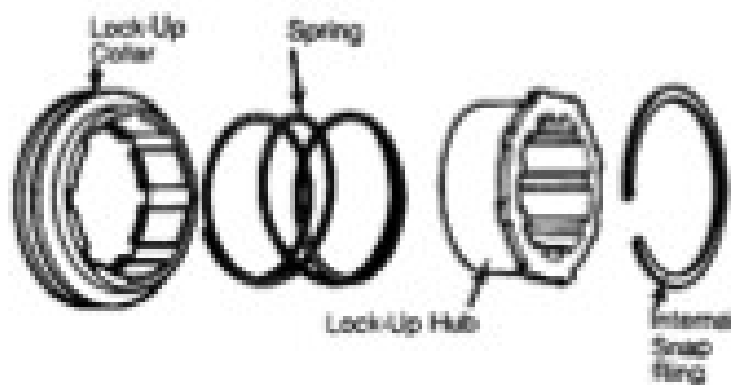

Fig. 19: Vista explodida do conjunto de bloqueio 2WD/4WD.
20) Caso tenha sido desmontado, monte o conjunto de bloqueio 2WD/4WD. Instale a mola no colar de bloqueio. Em modelos de acionamento eletrônico, a ponta pequena da mola no colar de bloqueio. Em modelos de acionamento manual e eletrônico, coloque o cubo de bloqueio sobre a mola e engate o cubo de bloqueio nos rasgos do colar de bloqueio. Instale o anel de retenção interno. Veja figs. 19 e 21 até 24.